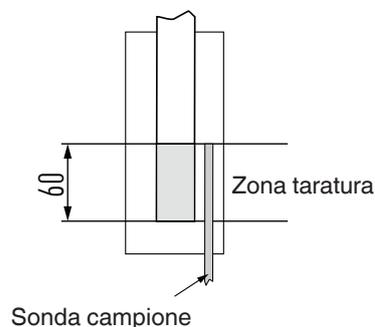

Fig. 2
- L'elemento sensibile della sonda è nella posizione migliore se la sonda è inserita fino in fondo (vedi Fig. 2).